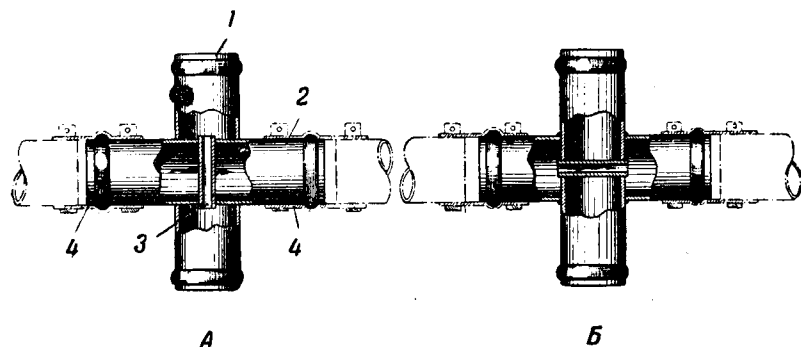

Рис. 34. Крестовина:
3. Отключить котелок обогревателя, для чего переставить крестовину из положения «зимнее» А в положение «летнее» Б (рис. 34).
2. Отключить котелок обогревателя, для чего переставить крестовину из положения А (рис. 34) в положение Б.